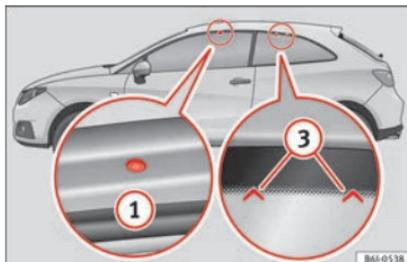

Fig. 151 Modelo IBIZA SC: pontos de fixação das barras longitudinais para o porta-bagagens de tejadilho.
Os pontos de fixação dianteiros ① só podem ver-se com as portas abertas; os pontos de fixação traseiros ③ estão marcados no rebordo superior do vidro lateral com pontas de seta »» Fig. 151.